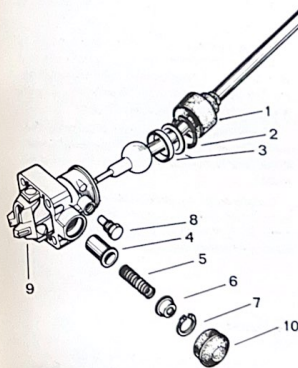

Fig. 3.19. Palanca de mando de las horquillas.
Quitar el tornillo (Fig. 3.19) de retención de la palanca, el capuchón (1) y el clip (2) de retención, sacar la palanca y sus arandelas (3).